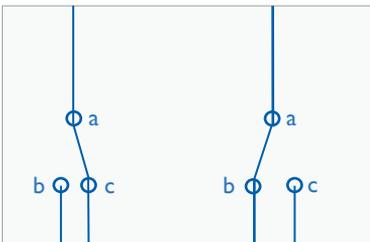

Bild 2. Umschalter
- drei Anschlüsse: ,a', ,b' und ,c' – siehe Bild 2